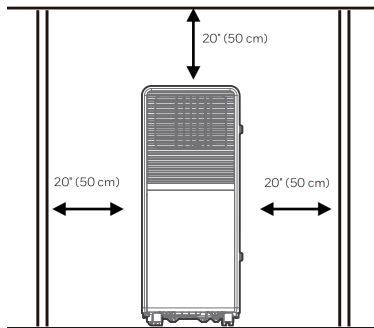

Fig. 4
- En bærbart klimaenlæg skal installeres på et frit og uforstyrret sted. Bloker ikke luftudløbet, og der skal være mindst 50 cm afstand rundt om enheden. (Se fig. 4)